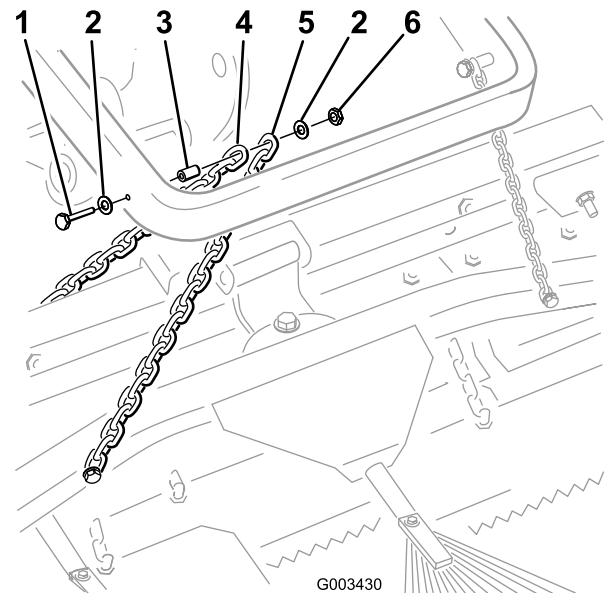

Figure 5
- Fixez le maillon supérieur de chaque chaîne à l'arrière du bras de relevage avec un boulon (3/8 x 2-1/2"), 2 rondelles (3/8 x 7/8"), une entretoise et un écrou à embase (3/8 pouce), comme illustré à la Figure 5.